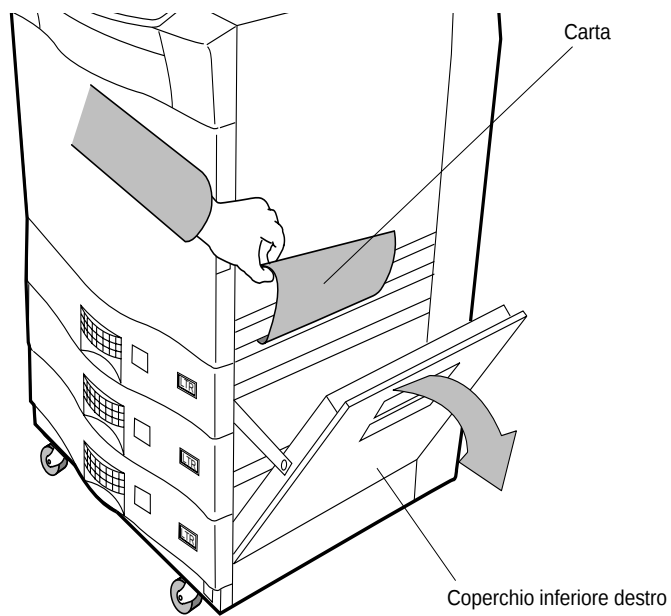
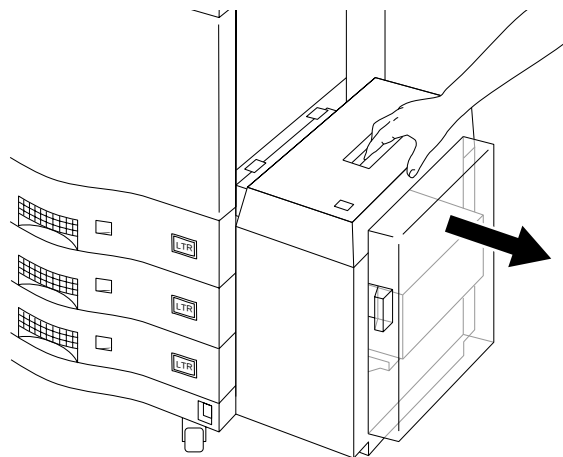

Figura 3-37 Rimozione della carta dall'apertura della porta laterale
Figura 3-38 Come sganciare l'HCI
1. Abbassare il coperchio inferiore destro (Figura 3-37). Se è installato un HCI, sganciare l'HCI ed estrarlo dalla stampante (Figura 3-38).